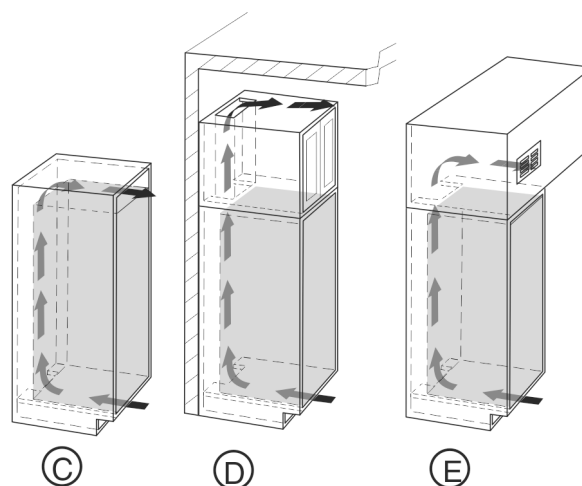

Fig. 4
- Der obere Lüftungsquerschnitt kann entweder direkt über dem Gerät mit einem optionalen Belüftungsgitter Fig. 4 (C), in der Nähe der Decke über dem Möbel Fig. 4 (D) oder als Abluftöffnung in einer Zwischendecke Fig. 4 (E) ausgeführt sein.